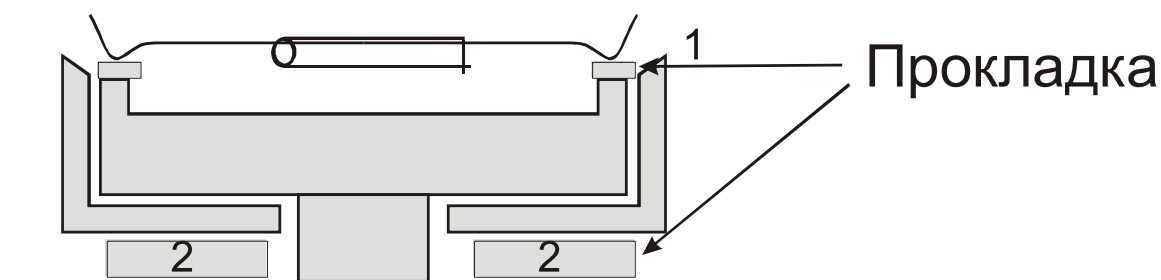

Рисунок 4
Прокладка (кольцо) 1 (рис. 4) предназначена для того, чтобы вставка вошла в крышку до начала завальцовки, не было звона булавки и подрезки.
Прокладка 2 (рис. 4) предназначена для более ранней и полной завальцовки.
1. Снять каретку (см. рис.4).